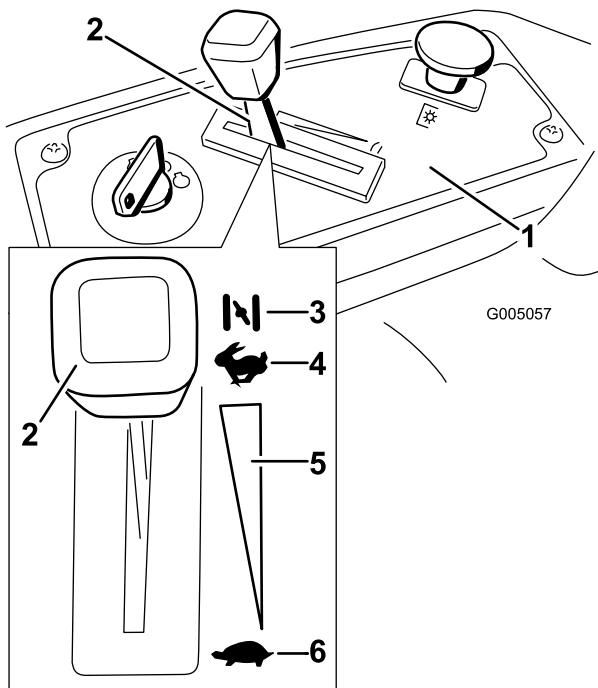

Figure 12
3. Placez la manette d'accélérateur en position Starter pour démarrer à froid (Figure 12).
5. Lorsque le moteur a démarré, amenez progressivement la manette d'accélérateur en position de Haut régime (Figure 12). Si le moteur cale ou hésite, ramenez la manette d'accélérateur en position Starter pendant quelques secondes. Répétez l'opération si nécessaire.
3. Tournez la clé de contact en position Contact coupé (Figure 12) et enlevez la clé du commutateur d'allumage.